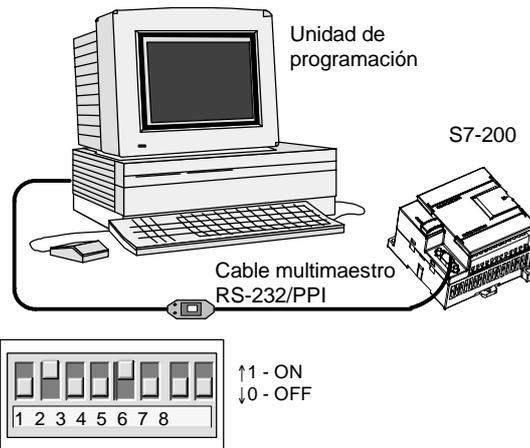

Figura 2-2 Conectar el cable multimaestro RS-232/PPI
La figura 2-2 muestra un cable multimaestro RS-232/PPI que conecta el S7-200 con la unidad de programación. Para conectar el cable:
3. Vigile que los interruptores DIP del cable multimaestro RS-232/PPI estén configurados como muestra la figura 2-2.